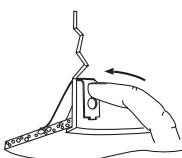

Fig. 7
Step 7. To complete installation, push up remodel clip with screwdriver until it snaps into place (Fig 7).
Étape 7. Pour finir l'installation, poussez l'agrafe de rénovation avec un tournevis jusqu'à ce qu'elle soit enclenchée (Fig. 7).
Paso 7. Para terminar la instalación, empuje hacia arriba la prensa con un destornillador hasta que encaje en su lugar (Fig. 7).